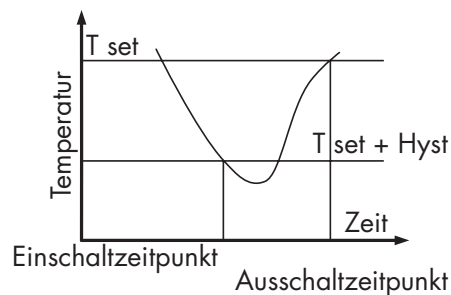

Bild 6 Hysterese beim Heizen
- Hyst. eingestellt: schaltet erst aus, wenn gemessene Temperatur $\geq T_{set} + Hyst$, siehe **Bild 6**.